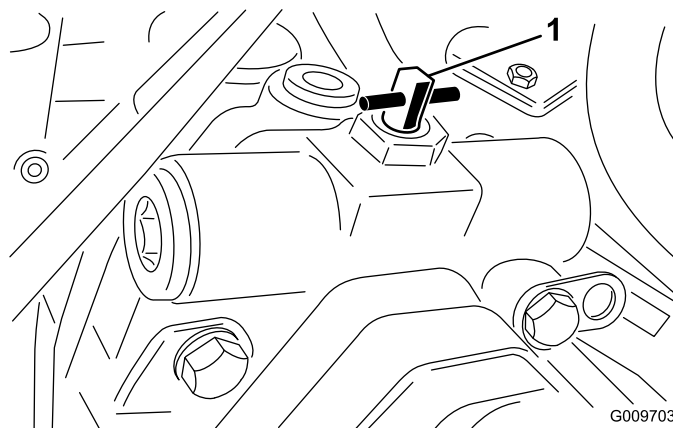

Figure 14
2. Tournez la vanne de dérivation à 90° (1/4 de tour) dans un sens ou dans l'autre pour l'ouvrir et dériver l'huile à l'intérieur de la transmission (Figure 14). Il sera alors possible de déplacer la machine lentement sans endommager la transmission. Notez la position de la vanne quand vous l'ouvrez ou la fermez.